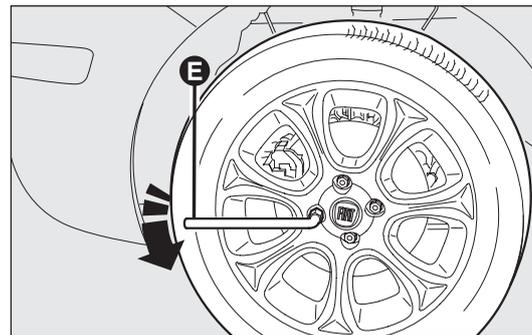

fig. 146
- allentare di circa un giro i bulloni di fissaggio, utilizzando la chiave in dotazione E-fig. 146; per vetture dotate di cerchi in lega, scuotere la vettura per facilitare il distacco del cerchio dal mozzo della ruota;